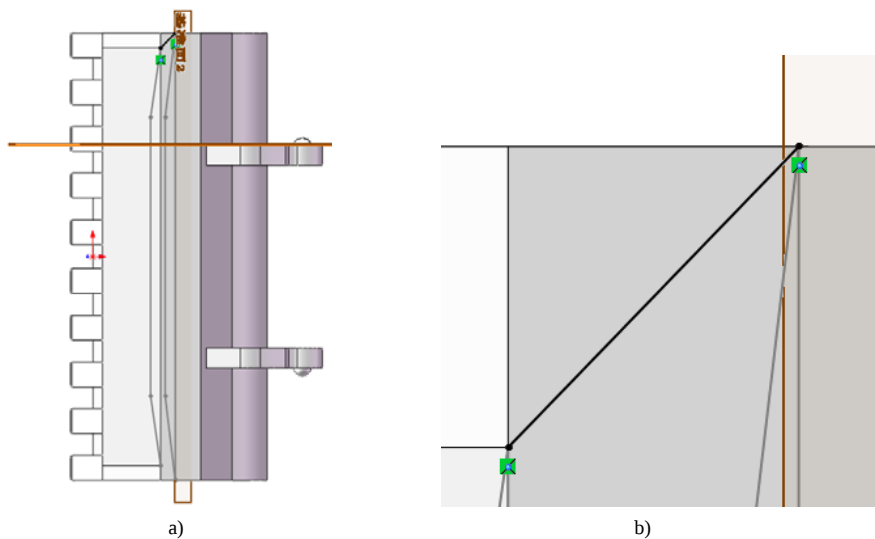

图 13-220 绘制放样草图 4
(18) 绘制放样草图 4。在视图中用鼠标选择实体上表面作为绘制图形的基准面。单击“草图”工具栏中的 $\square$ （直线）按钮，连接两个草图的一端端点，如图 13-220 所示，单击 $\square$ （退出草图）按钮，退出草图。